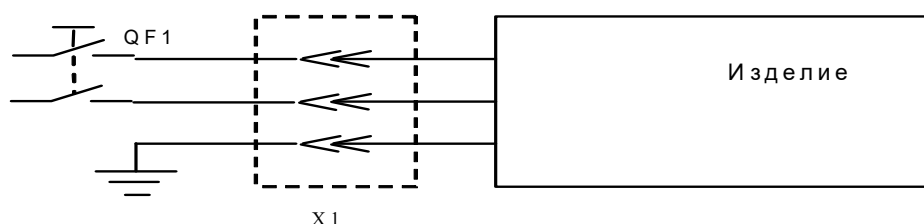

Рис.2. Схема подключения изделия к электросети
6.2. Панель управления представлена на **Рис.2.**